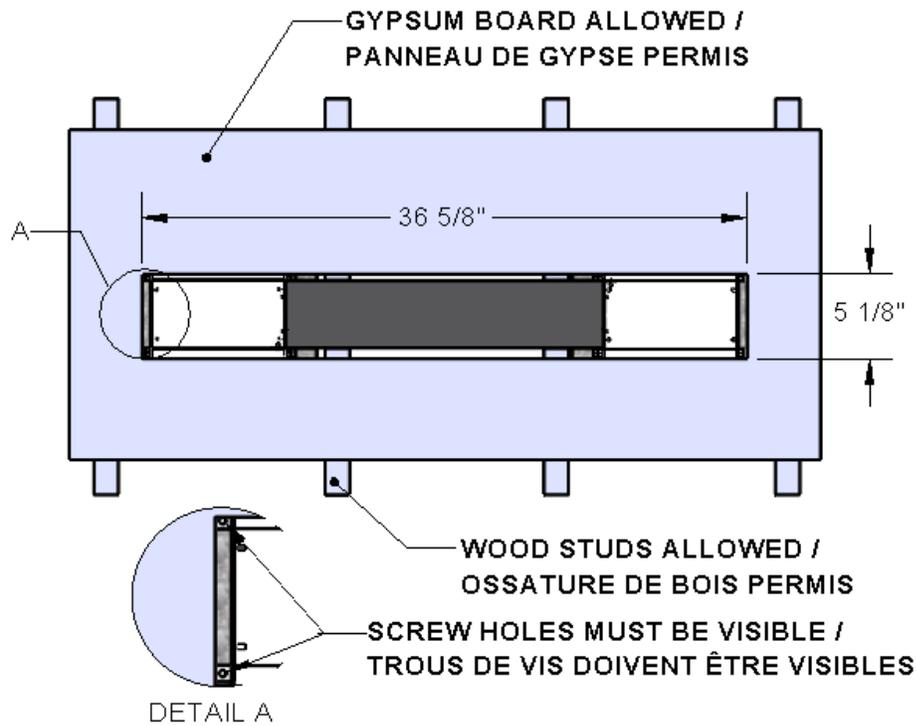

Figure 5 Finition
5. Recouvrez le mur de panneaux de gypse ou de ciment autour du rebord de 1/2" sur l'adaptateur linéaire. Référez-vous à la Figure 5 pour la dimension de l'ouverture du panneau de finition.